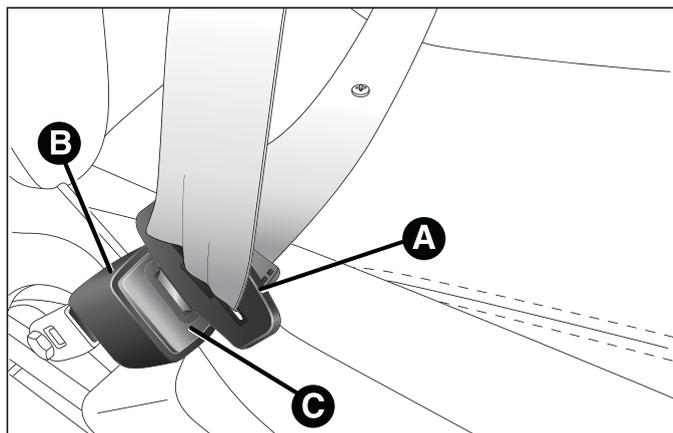

fig. 86
Pour boucler les ceintures, saisir la languette de clipsage A fig. 86 et l'enclencher dans la boucle B, jusqu'au déclic de blocage. Si pendant le déroulement de la ceinture celle-ci se bloque, la laisser s'enrouler légèrement pour dégager le mécanisme, puis la dégager de nouveau en évitant des manœuvres brusques.
*Ne pas appuyer sur le bouton C fig. 86 pendant la marche.*